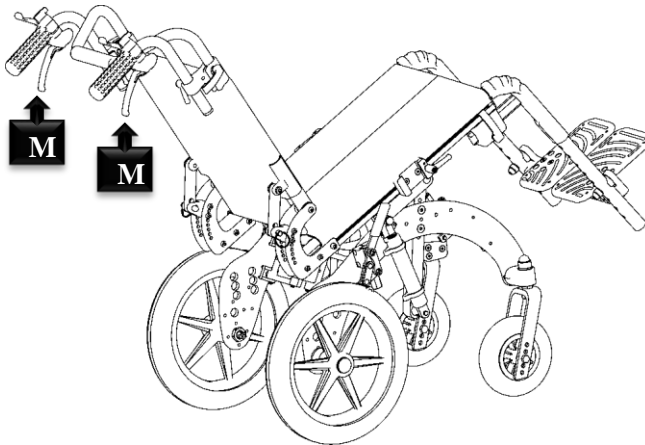

Abbildung 5
Um die Kippbewegung durchzuführen, muß gleichzeitig ein Druck nach oben auf die zwei Hebel (M), die sich unterhalb der Schiebegriffe (siehe Abbildung 5) befinden, ausgeübt und letztere nach unten gedrückt werden.